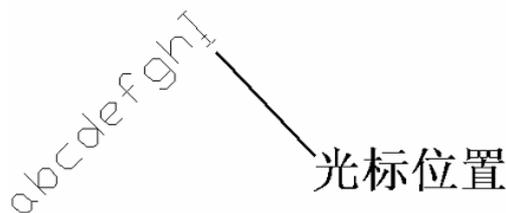

图 4-49 文字标注当前位置
在该种方式下, 文字的显示结果如图 4-49 所示。
- 调用 text 命令后，提示 Enter text: (输入文字) 时，屏幕上会出现一个与设置文字高度相对应的标志，如图 4-49 所示，它反映了将要输入的文字的位置、大小以及文字行的旋转角度等。输入一个字符时，AutoCAD 2004 会在该标志出显示该字符，同时此标志向后移动一个字符的位置。